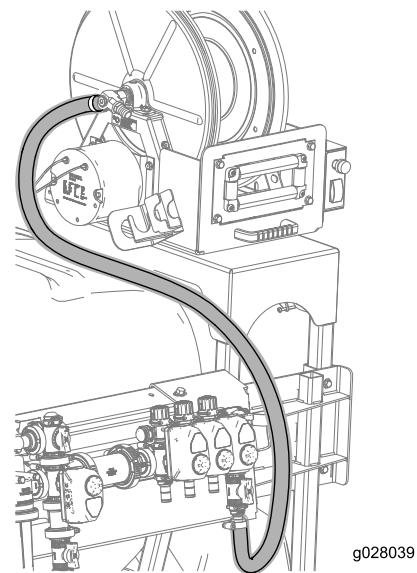

Figure 16
9. Branchez le flexible (71 po) au raccord cannelé sur le dévidoir et fixez le flexible à l'aide d'un collier, comme montré à la Figure 16.